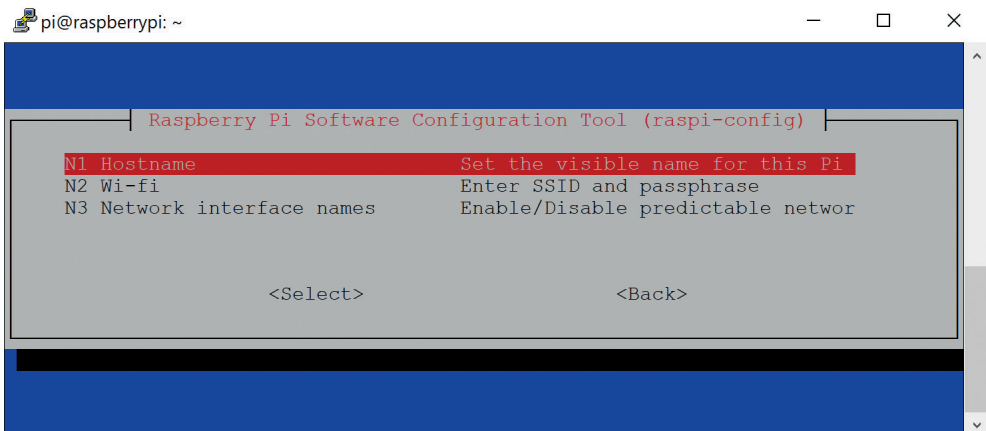

Рис. 4.7. Изменение имени хоста
2. Выберите **Hostname** (Имя хоста), как показано на рис. 4.7.